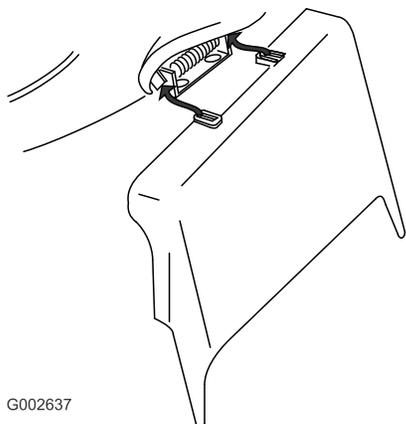

Рисунок 33
- Установите боковой желоб для выброса и закройте дверцу на желобе (Рисунок 33).